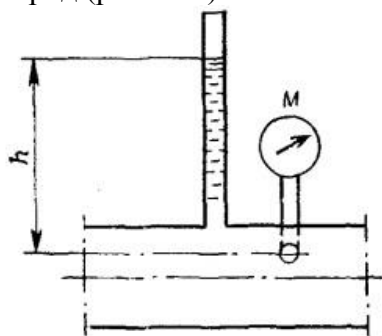

Рис. 1.24 (к контрольной задаче 1.5).
7. Манометр на трубопроводе, заполненном жидкостью, показывает давление  $0,18 \text{ кгс/см}^2$ . На какую высоту  $h$  над точкой присоединения манометра поднимается в открытом пьезометре жидкость, находящаяся в трубопроводе, если эта жидкость: а) вода, б) четыреххлористый углерод (рис. 1.24)?